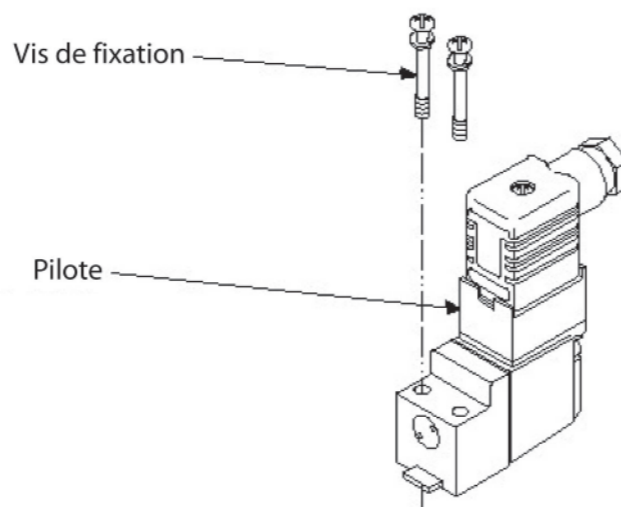

Fig. 5
**VNH\*1\*, VNH\*33** (voir Fig. 5)